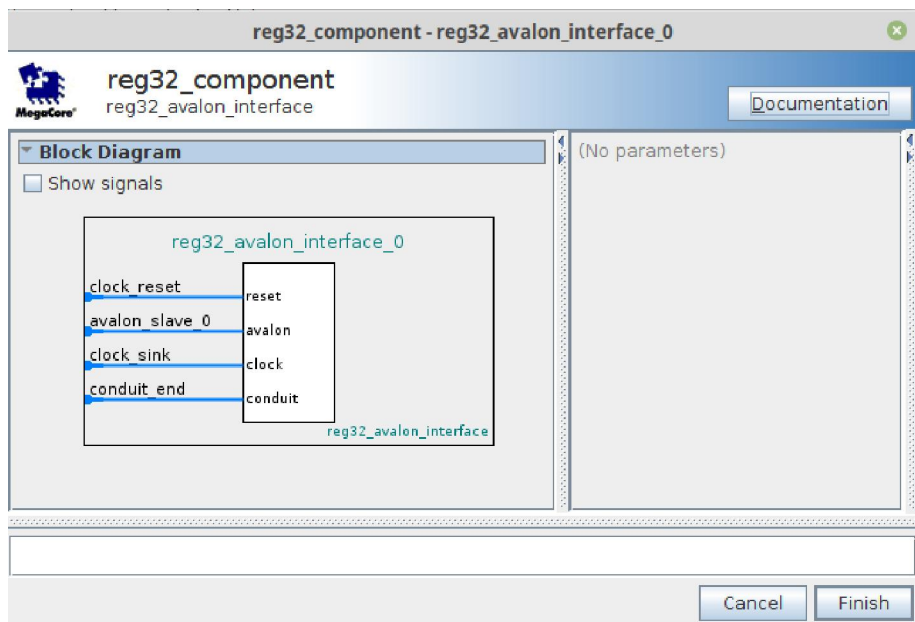

Рисунок 6. Додання до проекту *reg32_component*.
14. Ви повернулися до головного вікна ***Platform Designer***. Додайте щойно створений компонент. При додаванні відкриється вікно, зображене на рис. 6. Натисніть ***Finish***.